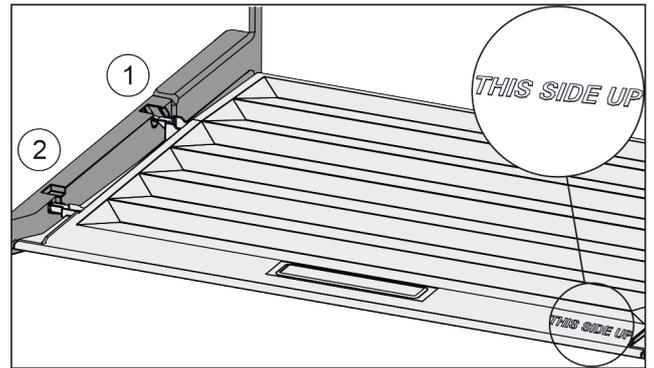

Fig. 22
- ▶ Deckelstege über Öffnung der hinteren Halterung Fig. 22 (1) einführen und vorne in Halterung Fig. 22 (2) einrasten.